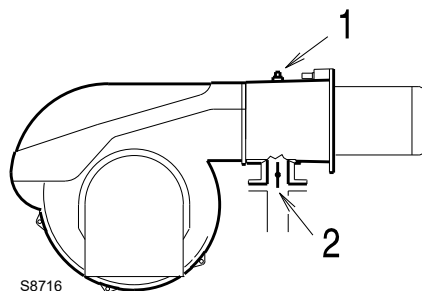

Fig. 23
Pression de gaz mesurée à la prise 1)(Fig. 23), avec :
Perte de charge vanne papillon gaz 2)(Fig. 23) avec ouverture maximale : 90°.
- soustraire de la pression du gaz à la prise 1)(Fig. 23) la pression dans la chambre de combustion.
Pression de gaz à la prise 1)(Fig. 23) = 17,0 mbars
Pour connaître par contre la pression de gaz nécessaire à la prise 1) (Fig. 23), après avoir défini la puissance de modulation maximale à laquelle on désire faire fonctionner le brûleur:
- Lire sur la droite, colonne 1, la pression à la prise 1) (Fig. 23).
pression nécessaire à la prise 1)(Fig. 23).